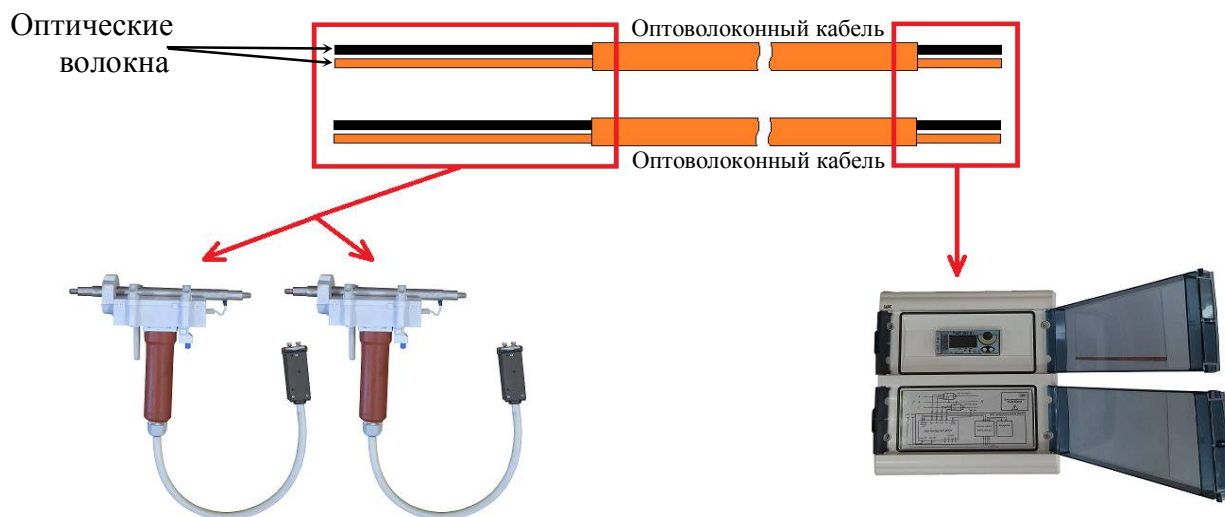

Рисунок 30
7.1 Проложить оптоволоконный кабель от ДИЭ до места установки БИ так, **чтобы конец кабеля с большей длиной зачистки оптоволоконна был направлен в сторону ДИЭ, конец с меньшей длиной зачистки оптоволоконна – в сторону БИ (см. рисунок 30).**